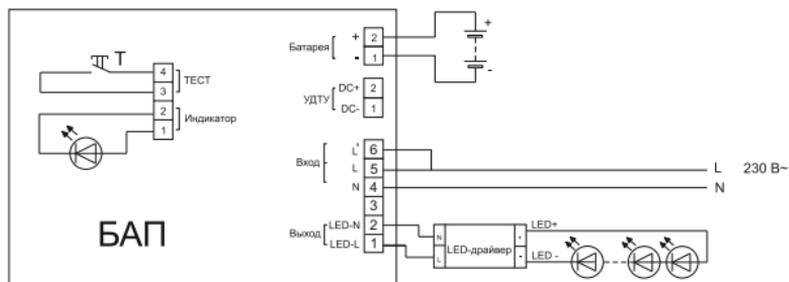

Рисунок 3
4.2.2 Постоянный режим. БАП подключается к светодиодному модулю и LED-драйверу, а выходные клеммы L и L' БАП закорачиваются (рисунок 3). В рабочем режиме происходит подзарядка аккумуляторной батареи (горит красный светодиод), и питание светодиода производится через LED-драйвер от сети 230 В~.